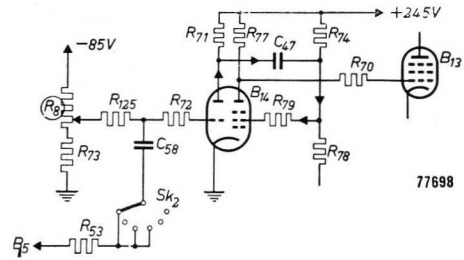

Fig. 5
**Synchronisatie** — Bij interne synchronisatie wordt een stilstaand beeld verkregen door de frequentie van de tijdbasis te synchroniseren met de frequentie van de waar te nemen spanning. Deze spanning is aanwezig in de versterker voor verticale deflectie. Een gedeelte hiervan, dat wordt ontleend aan het schermrooster van  $B_5$ , doet dienst als synchronisatiespanning. Deze spanning wordt toegevoerd aan het stuurrooster van het triodegedeelte van  $B_{14}$ , dat de functie heeft van synchronisatiescheidingstrap en versterker (fig. 5).